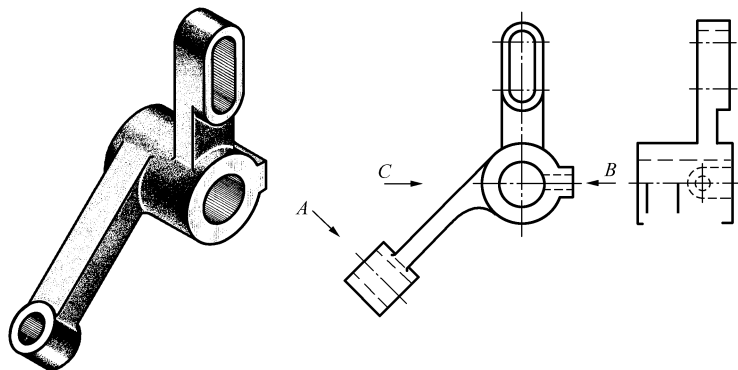

图 30
30. 根据轴测图和主视图（图 30），补画斜视图 A、局部视图 B，并完成局部视图 C。